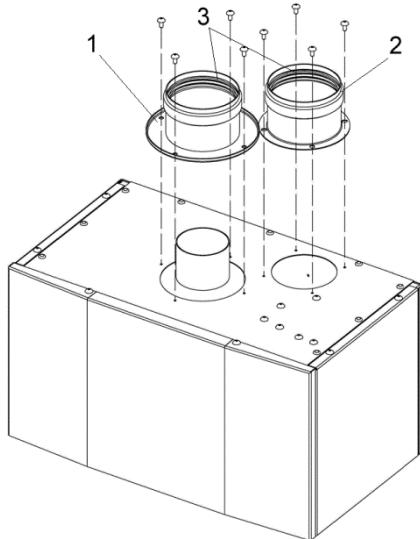

Рис. 12. Установка фланцев для подключения раздельного дымохода.
- установить во фланцы Ø80мм (поз. 1 и 2 рис. 12) уплотнения Ø80мм (поз. 3 рис.12), если не установлены;
- установить фланец отвода продуктов горания Ø80 мм (поз.1 рис.12) на место фланца Ø100мм и закрепить при помощи штатных саморезов;
- установить фланец подачи воздуха Ø80мм (поз. 2 рис. 12) на место снятой заглушки и закрепить при помощи штатных саморезов.